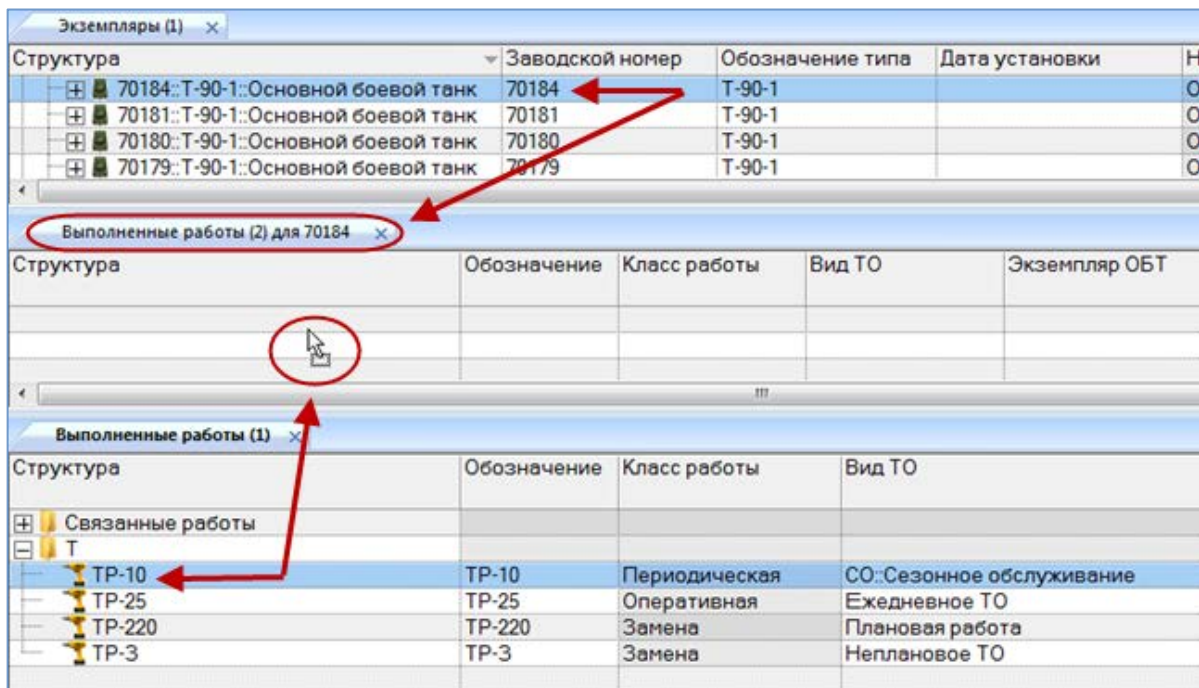

Рис. 27-б – Создание связи выполненной работы и экземпляра ФИ
11) Выделить наименование созданной работы и переместить в окно связанных объектов для выбранного экземпляра ФИ (рис. 27-б).